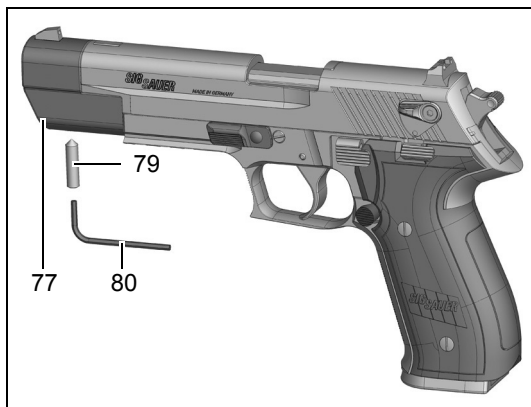

Abb. 8
1. Gewindestift **79** mittels Innensechskantschlüssel **80** lösen und entfernen (siehe Abb. 8).